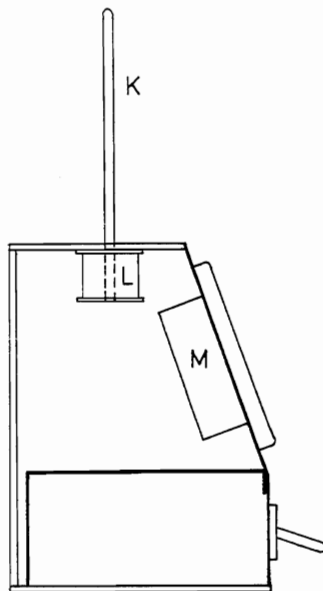

Fig. 1
- K = Jernkjerne, se tekst og fig. 1.
Se fig. 1, hvor de tykke strekene utgjør metallchassiset. Husk ventilasjonshull oppe og nede i bakplaten.